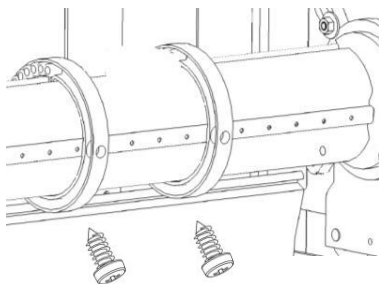

Figure 4
- Dévissez les vis TCB 4.2 x 13 qui maintiennent les bagues sur l'axe. Ecartez les bagues (Figure 4)